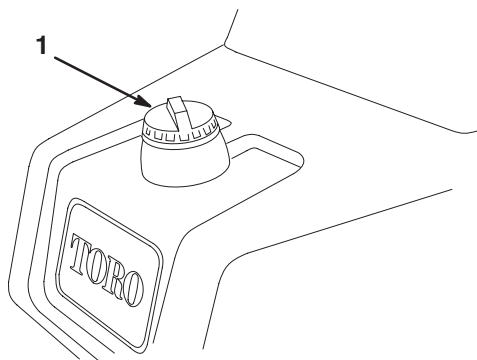

Bild 15
1. Reinigen Sie die Bereiche um den Tankdeckel herum und nehmen Sie den Deckel ab (Bild 15). Füllen Sie soviel bleifreies Benzin in den Tank, bis der Füllstand 25 mm unter der Unterseite des Einfüllstutzens steht. In diesem Bereich des Tanks kann sich das Benzin ausdehnen. Füllen Sie den Kraftstofftank nicht ganz auf.